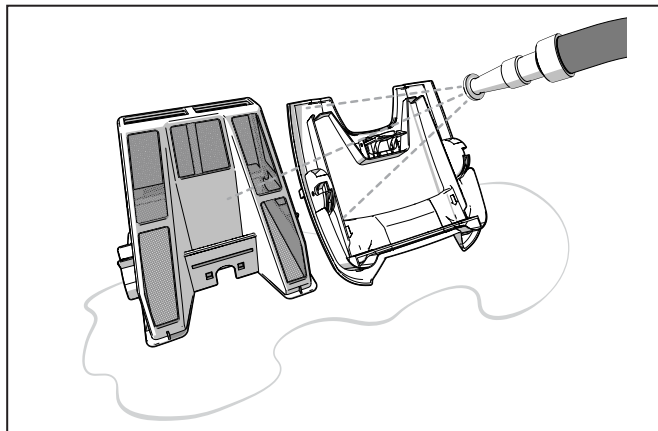

Figure 13. Enjuague el cartucho del filtro
5. Con una manguera con agua limpia, enjuague el cartucho del filtro y la tapa para eliminar todos los residuos (Figure 13).